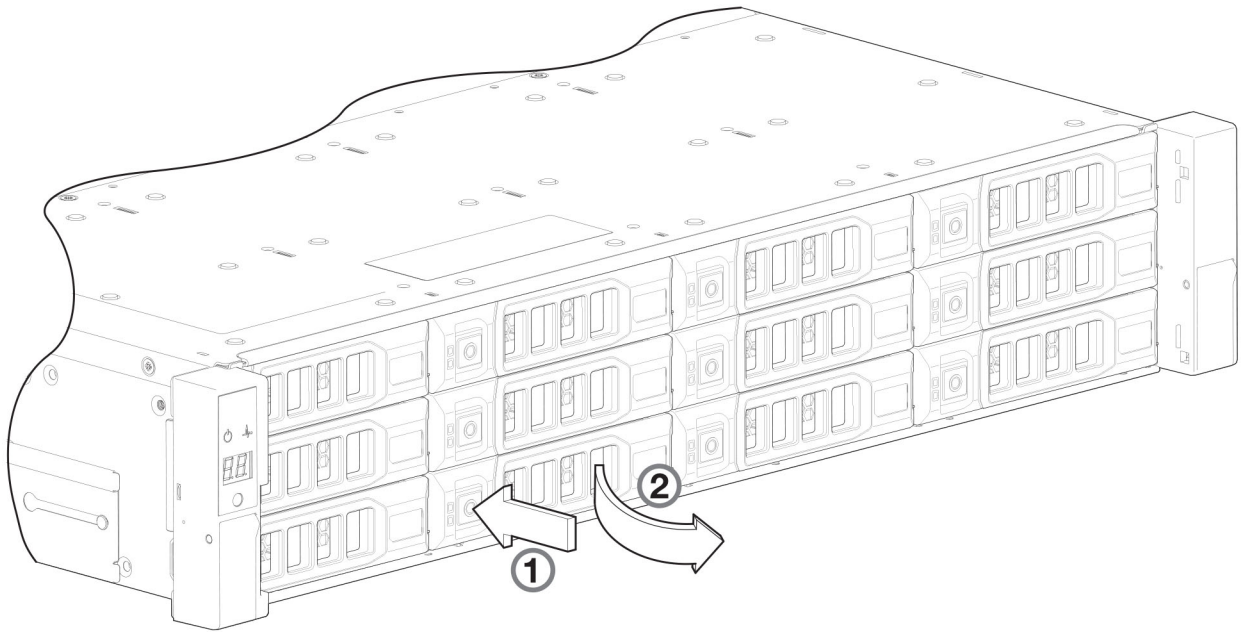

Figure 43. Retrait d'un module de disque LFF (1 sur 2)
① **REMARQUE :** Les illustrations qui figurent dans Figure 43. Retrait d'un module de disque LFF \(1 sur 2\) et Figure 43. Retrait d'un module de disque LFF \(1 sur 2\) montrent le remplacement du module de disque dans les logements de disques vu du panneau avant du boîtier.